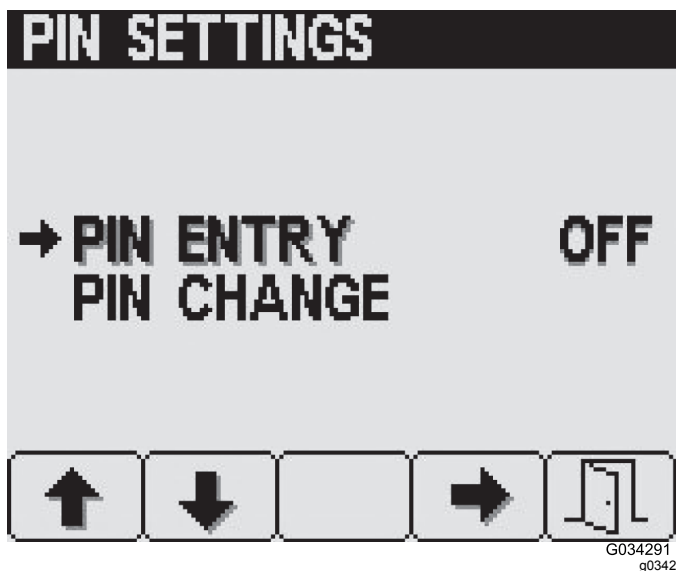

Figura 26
3. A partir do ecrã de definições do PIN, prima o botão 4 para seleccionar a opção de introdução do PIN e para ativar/desativar o PIN (Figura 26).